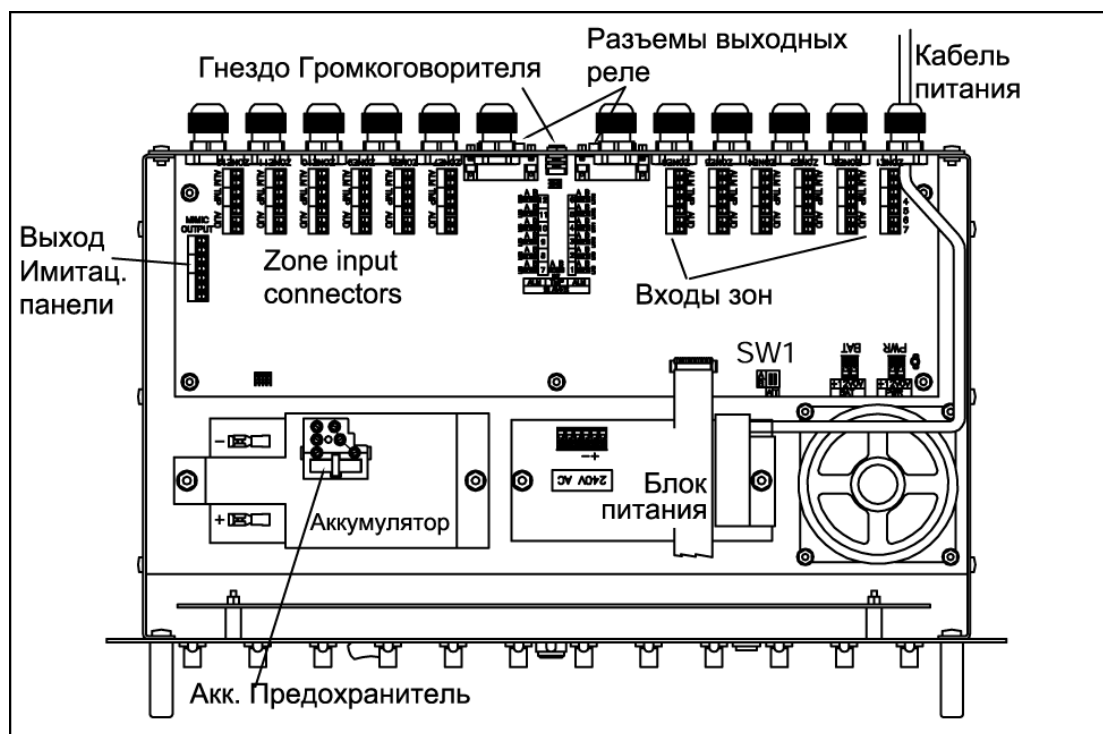

Рис. 5. Внутренние разъемы и переключатели Сигнализатора GQ12ZA
В дополнение к переключателям, управляемым оператором, в сигнализаторе имеются также переключатели и перемишки, определяющие некоторые режимы работы системы. См. рис. 5.
3. Найдите съемный клеммный блок для зоны 1 на правой стороне основной печатной платы и осторожно снимите его со штырей печатной платы. См. Рис.5.
Контакты каждого из выходных реле Сигнализатора могут быть либо Нормально Открытыми (НО), либо Нормально Закрытыми (НЗ) (см. рис. 5).